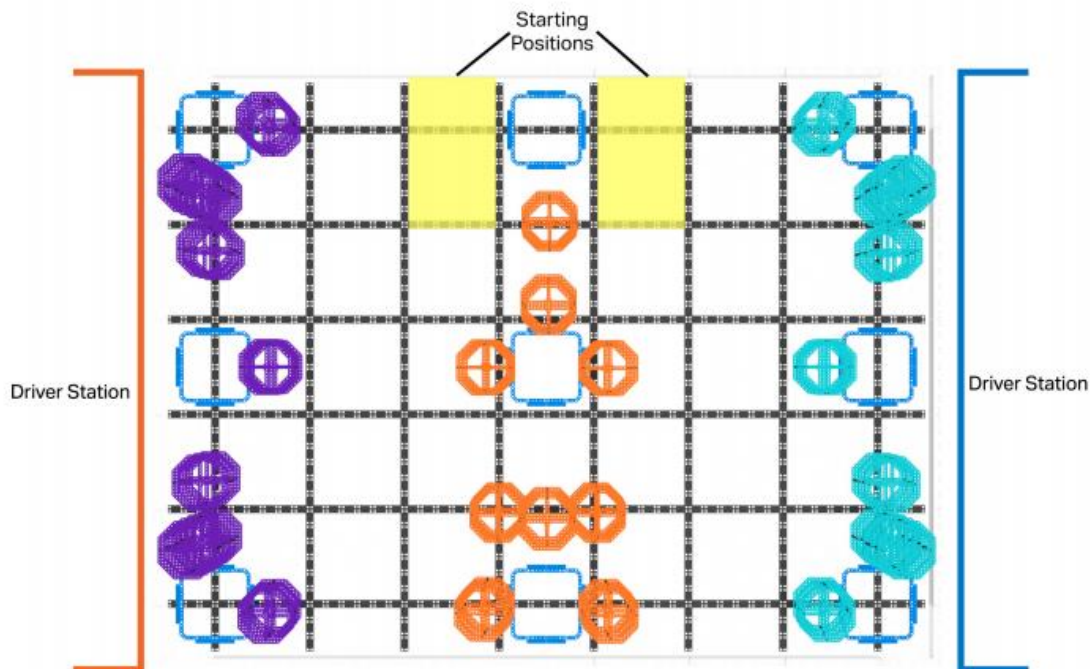

Figure 3: Overhead view of the Field for a Robot Skills Match. The Robot Starting Positions are highlighted.
Positions de départ désigne les deux (2) volumes désignés de 11po x 19po (279,4mm x 482,6mm) du terrain où les robots doivent commencer la partie. Les positions de départ sont définies par les rebords intérieurs des longues lignes noires, le rebord extérieur de la courte ligne noire et le rebord intérieur du périmètre du terrain. Voir la figure 3 pour plus de détails.